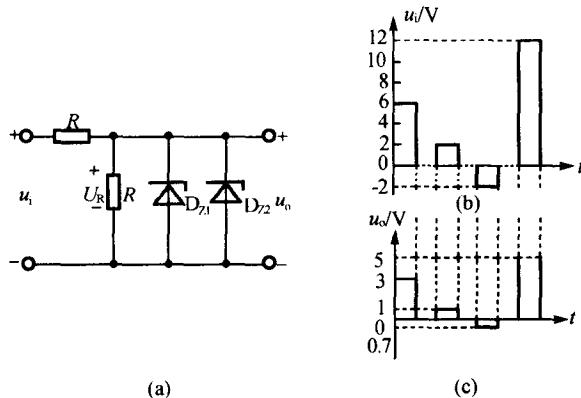

图 14.13
14.2.7 如图 14.13(a) 所示电路中, 稳压管  $D_{z1}$  和  $D_{z2}$  的稳压值分别为  $U_{z1} = 5 \text{ V}$ ,  $U_{z2} = 7 \text{ V}$ , 稳压特性是理想的, 正向压降为  $0.7 \text{ V}$ 。若输入电压  $u_i$  的波形如图 14.13(b) 所示, 试画出输出电压  $u_o$  的波形。